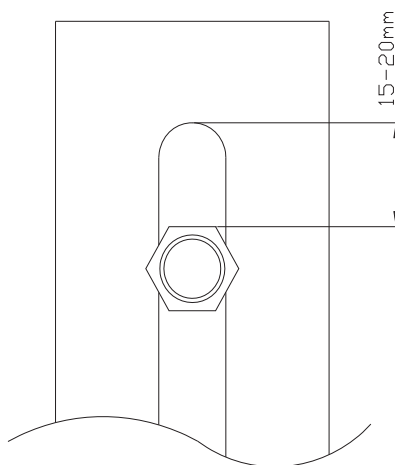

Рисунок 8. Положение заслонки предохранительного клапана
- Убедиться, что заслонка распределителя воздуха находится в положении, при котором обеспечивается расстояние в 15 -20 мм от верхней кромки отверстия до крепежной планки (**Рисунок 8**). Это обеспечит перепуск части воздуха через шнек с топливом, охлаждая его и предотвращая движение пламени по шнеку к бункеру.